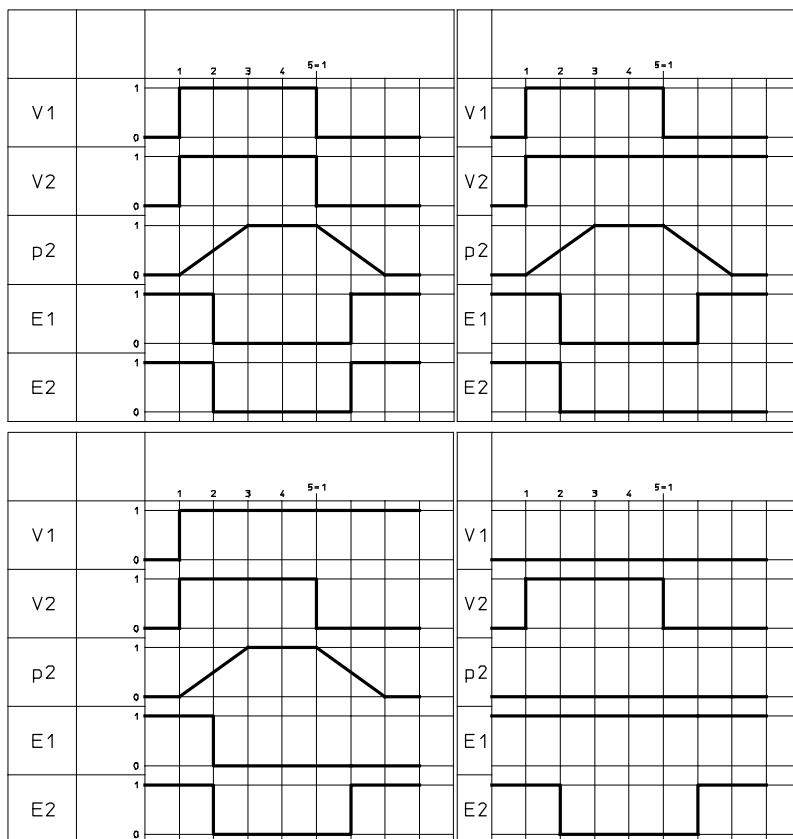
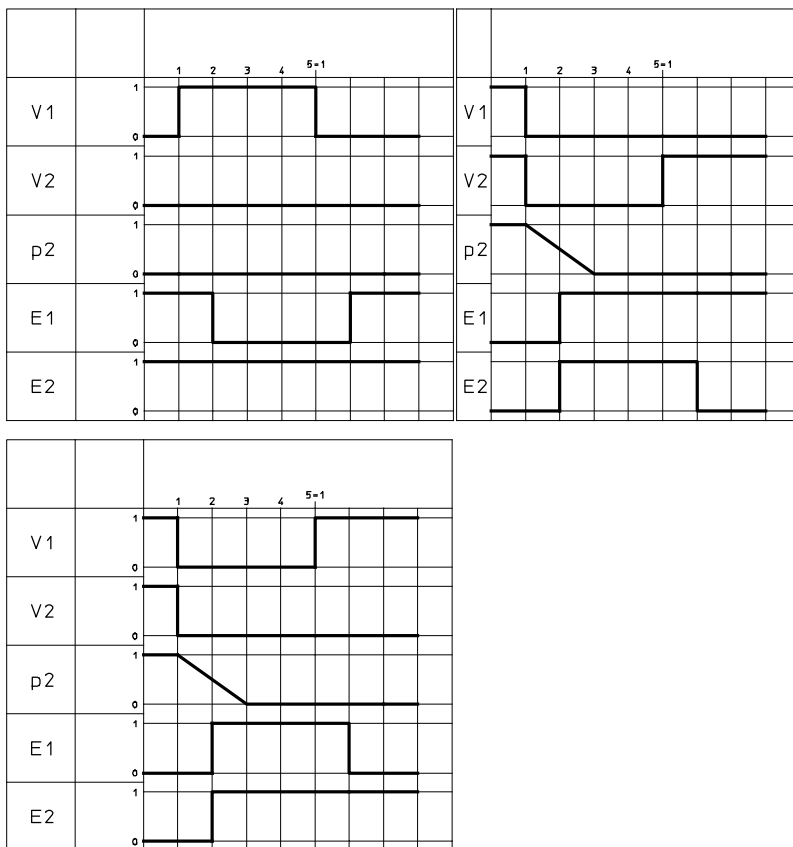

Fig. 7 Test de fonctionnement, étapes 1 à 4
Fig. 8 Test de fonctionnement, étapes 5 à 7
3. Vérifier toutes les combinaisons possibles de positions de commutation des deux électrodistributeurs 5/2 V1 et V2 du bloc de commande et les signaux des capteurs de proximité E1 et E2 (ici : Capteurs de proximité PNP) à l'aide des séquences d'étapes suivantes (→ Fig. 7 ... Fig. 8).